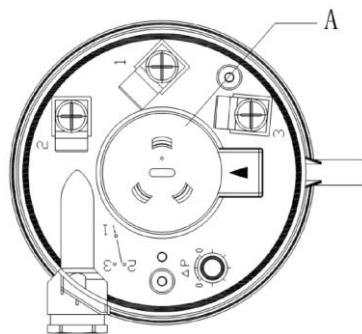

图 9
1. 开关示意图如图 9 所示。打开封盖即可看到。
- 需要的压力/压差可通过设定旋钮上的刻度盘（图 9 中 A）获得。仅需要用一字螺丝刀旋转刻度盘到指针所示位置即可。